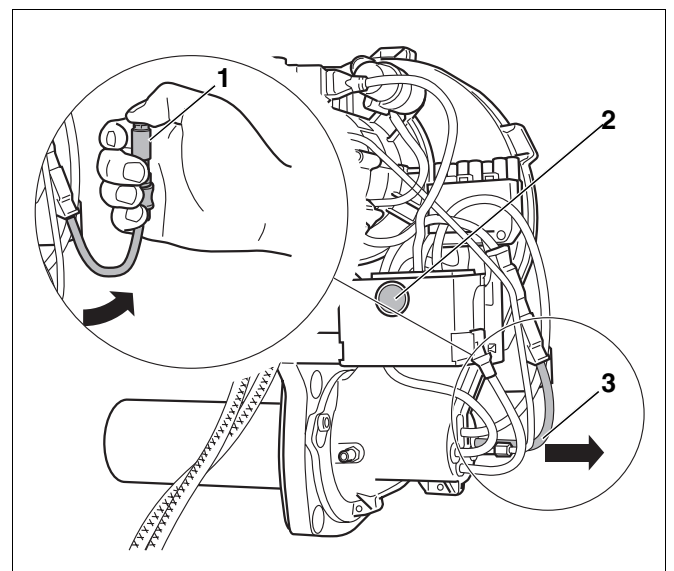

Abb. 36 Flammenfühler auf Funktion prüfen
- Flammenfühler bei laufendem Brenner an dem vorgesehenen Griff aus der Halterung ziehen (Abb. 36, **Pos. 3**).
- Flammenfühler abdecken (Abb. 36, **Pos. 1**). Es muss nach Wiederanlauf eine Störabschaltung erfolgen.
- Nach einer Wartezeit von ca. 30 Sekunden den Ölfeuerungsautomat durch Drücken des Entstörtasters (Abb. 36, **Pos. 2**) entriegeln.